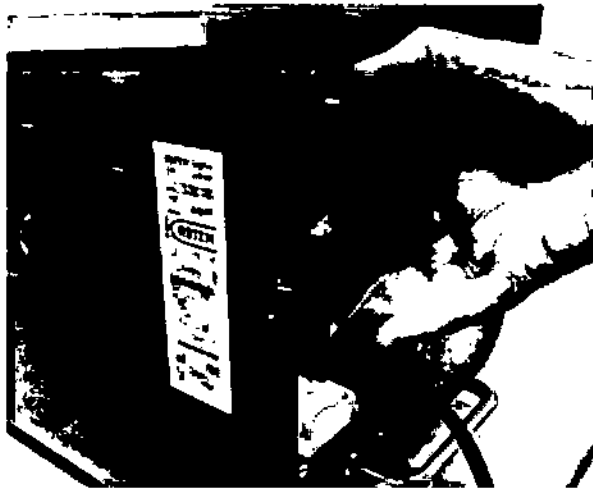

Figura 8-1: Desmontar el filtro y la cubierta del aparato.
2. Desmonte la cubierta del filtro junto con el filtro (Figura 8-1).